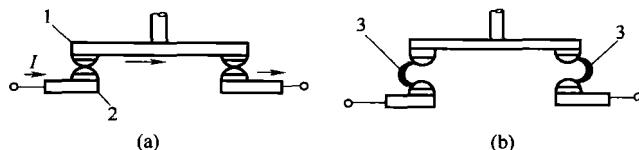

图 1-8 桥式触点
(3) 灭弧罩 比灭弧栅更为简单的是采用一个用陶土和石棉水泥制成的耐高温的灭弧罩装置，用以降低电弧的温度和隔离电弧，并有效地防止电弧喷溅而损坏电器及其它设备。灭弧罩可用于交流和直流灭弧。
(4) 多断点灭弧 多断点灭弧又称桥式触点灭弧。在交流电路中多采用桥式触点来增强灭弧能力。电磁机构如图 1-8 所示。它有两处断开点，相当于两对电极，若有一处断开点要使电弧熄灭后重燃需要  $150 \sim 250\text{V}$ ，现两处断开点就需要  $2 \times (150 \sim 250)\text{V}$ ，所以有利于灭弧。若采用双极或三极接触器控制一个电路时，根据需要可灵活地将两个极或三个极串联起来当做一触点使用，这组触点便成为多断点，加强了灭弧效果。